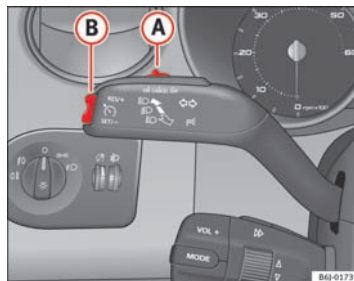

Fig. 112 Blink- og fjernlysarm: kontakt og vippeknap til fartpilot
- Skub kontakten ⇒ Fig. 112 **A** mod venstre til positionen **ON**.